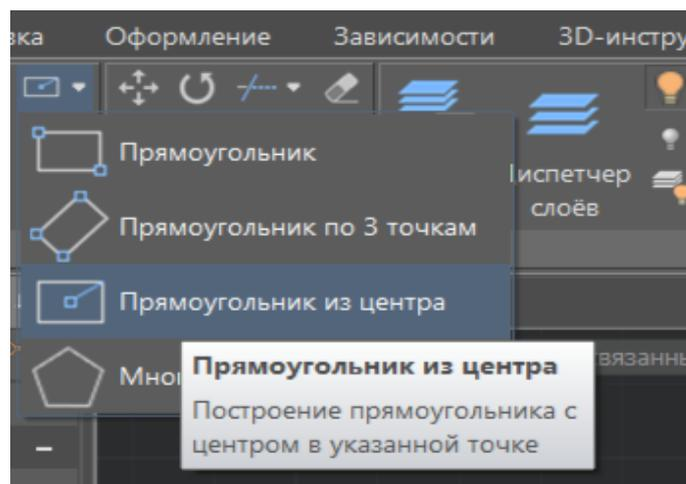

Рис. 3.45
6. Чертим квадрат 35x45 мм при помощи функции «прямоугольник из центра», меняем свойства линии (рис. 3.45)